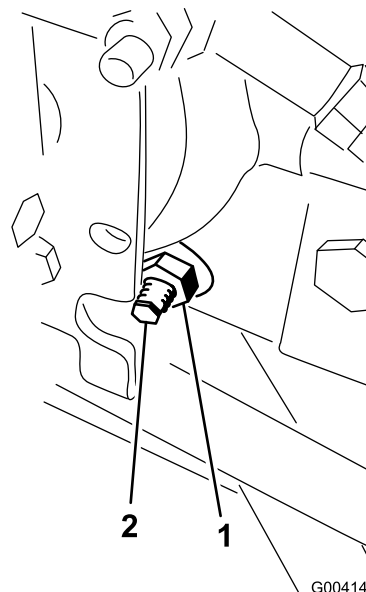

Bild 47
3. Lösen Sie rechts am Hydrostat die Sicherungsmutter an der Fahrtrieb-Einstellnocke (Bild 47).